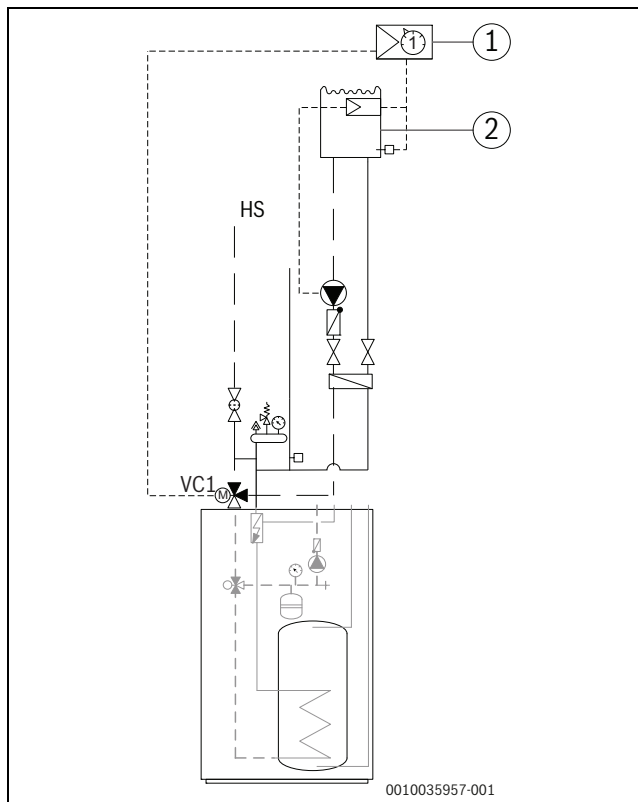

Bild 22 Installation des Pools
- Pool-Mischer im Rücklauf zur Inneneinheit montieren (→ [VC1] Abb. 22).